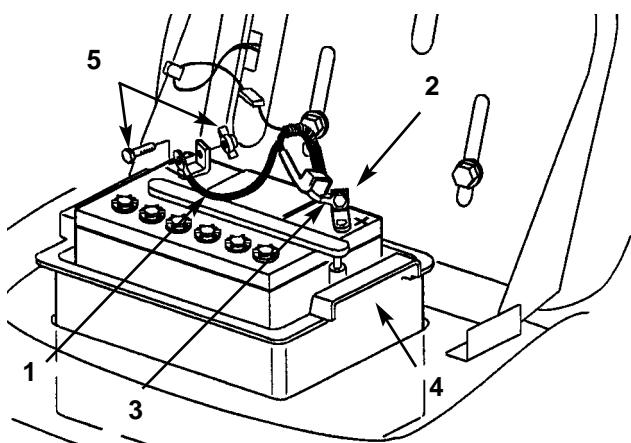

Fig. 19
3. Staccate il morsetto negativo di terra (nero) dal polo della batteria (Fig. 19).
4. Spingete in alto la guaina di gomma del morsetto positivo (rosso) e staccate quest'ultimo dal polo della batteria (Fig. 19).
3. Con il bullone ed il galletto collegate il morsetto positivo (rosso) al polo positivo della batteria (+) (Fig. 19). Infilate la guaina di gomma sul polo della batteria.
4. Con il bullone ed il galletto collegate il morsetto negativo (nero) della batteria (-) (Fig. 19).